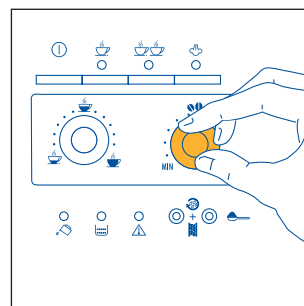
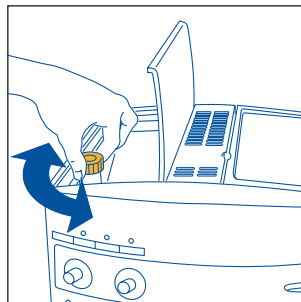

Abb.7
Abb. 17
- 2) Mit dem rechten Drehknopf (Abb. 7) die Einstellung des gewünschten Kaffeegeschmacks vornehmen. Je weiter Sie nach rechts drehen, desto höher ist die Kaffeebohnenmenge, die die Kaffeemaschine mahlen wird; demzufolge wird auch der Kaffeegeschmack stärker ausfallen. Beim ersten Gebrauch der Kaffeemaschine bereiten Sie versuchsweise mehrere verschiedene Kaffees zu, um die für Sie richtige Position des Drehknopfs herauszufinden. Achten Sie darauf, nicht zu weit nach rechts zu drehen, da sonst das Risiko besteht, dass die Kaffeeausgabe zu langsam erfolgt (tröpfchenweise), vor allem bei dem Bezug von zwei Tassen Kaffee.
HINWEIS 1: Wenn der Kaffee tröpfchenweise oder nicht ganz heraustritt, muss der Drehknopf zur Einstellung des Mahlgrads (Abb. 17) um eine Position nach rechts gedreht werden (siehe Kap. 6). Drehen Sie jeweils um eine Position, bis eine zufriedenstellende Kaffeeabgabe erreicht wird.
HINWEIS 2: Falls der Kaffee zu schnell heraustritt und die Crema nicht nach Ihrem Geschmack ausgefallen ist, den rechten Drehknopf (Abb. 7) etwas nach rechts drehen. Gehen Sie versuchsweise vor, und bereiten Sie mehrere Kaffees zu, um die richtige Position des Drehknopfs herauszufinden. Achten Sie darauf, den Drehknopf nicht zu sehr nach rechts zu drehen, da sonst das Risiko besteht, dass der Kaffee zu langsam ausläuft (tröpfchenweise), vor allem bei der Zubereitung von zwei Tassen Kaffee. Falls nach einigen Kaffees, die Crema noch immer nicht zu Ihrer Zufriedenheit ausfallen sollte, drehen Sie auch den Drehknopf zur Einstellung des Mahlgrads (Abb. 17) um eine Position nach links (siehe Kap. 6).
Zur Behebung dieser Störung muss der Mahlgrad des Mahlwerks neu eingestellt werden. Hierzu den Drehknopf zur Einstellung des Mahlwerks drehen (Abb. 17), und zwar um eine Position nach links (wie in Kap. 6 beschrieben).
Falls die Kaffeeausgabe dennoch nach den ersten Kaffees zu schnell oder zu langsam (tröpfchenweise) erfolgen sollte, muss dies durch den Drehknopf zur Einstellung des Mahlgrads (Abb. 17) korrigiert werden. Durch Drehen um eine Position nach rechts (entspricht einer Ziffer), erfolgt eine schnellere Kaffeeausgabe (nicht tröpfchenweise).